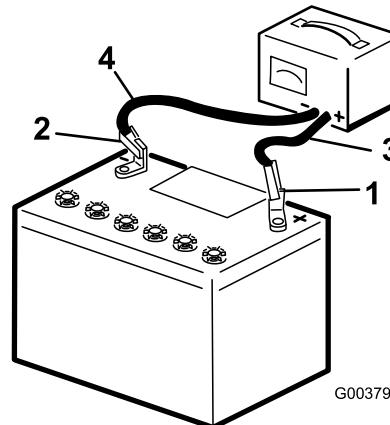

Figura 44
2. Cargue la batería durante 10 a 15 minutos a 25–30 amperios, o durante 30 minutos a 4–6 amperios (Figura 44). No sobrecargue la batería.
3. Cuando la batería esté completamente cargada, desconecte el cargador de la toma de electricidad, luego desconecte los cables del cargador de los bornes de la batería (Figura 44).